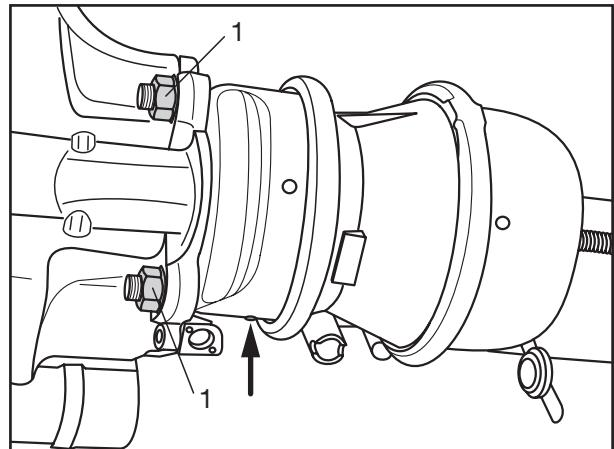

Fig. 7
- [15] Loosen both attachment nuts (Fig. 7/1)
- [15] Dévisser les deux écrous (Fig. 7/1) de fixation M 16 x 1,5 - SW 24 du carter de frein.
- [18] Bremszylinder ansetzen und mit neuen Befestigungsmuttern (Fig. 7/1) montieren.
- [18] Position the brake cylinder and install it using new mounting nuts (Fig. 7/1). Tightening torque:
- [18] Accoster le cylindre de frein et le fixer avec des écrous de fixation neufs (Fig. 7/1). Couple de serrage :